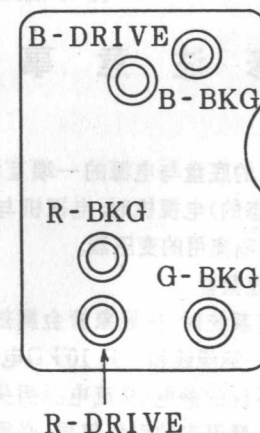
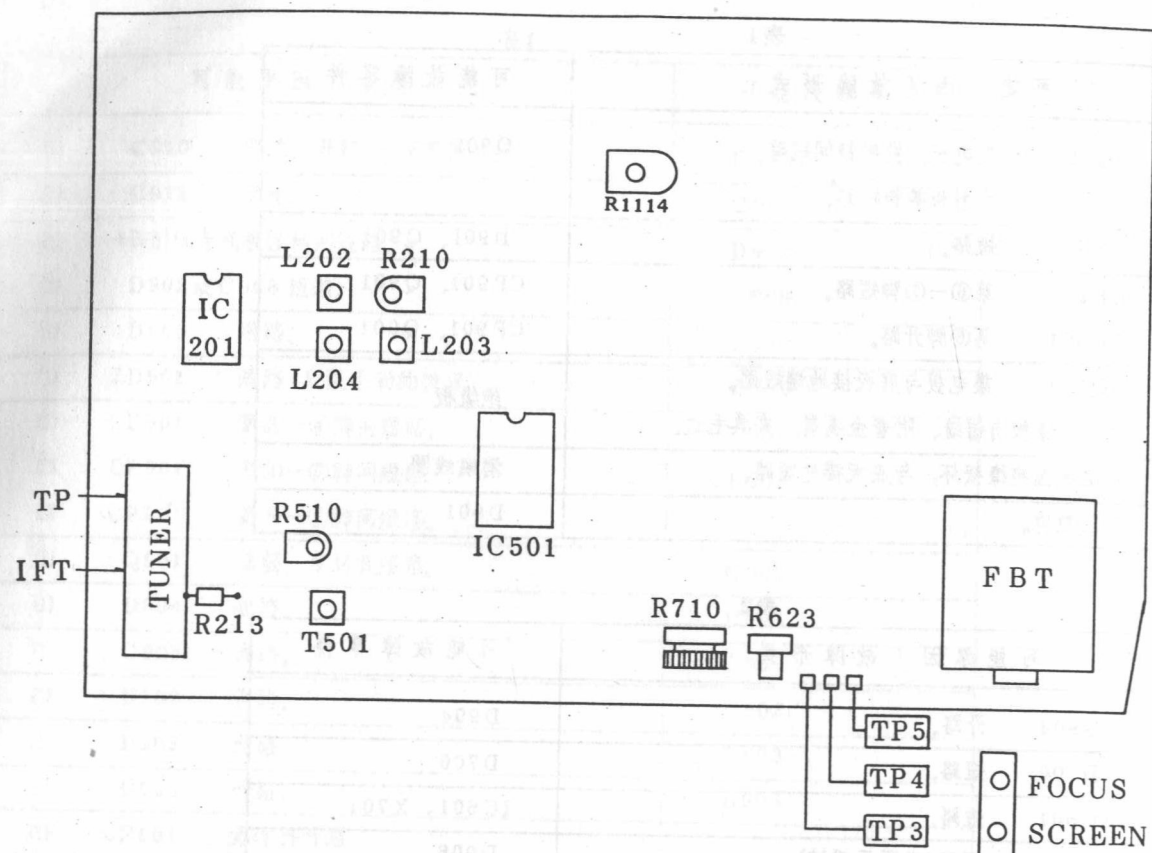

图13
图14
②接收白色的光栅试验图象;
③设定驱动控制VRS(R-DRIVE, B-DRIVE)于机械的中心,把暗平衡(BKG)控制钮反时针方向旋转,使图象变暗,电位器位置如图13所示;
④把FBT上的加速极(SCR)控制钮反时针方向旋到底;
⑤短路TP3、TP4、TP5,如图14所示。